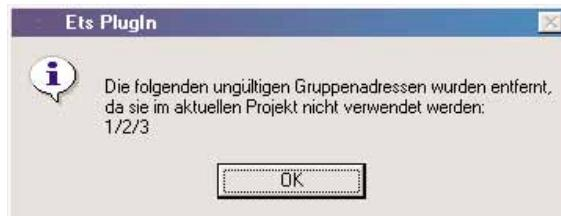

Bild 39: Automatisches Löschen einer vorhandenen Adress-Verbindung
- 6** Wenn eine Verbindung beispielsweise durch Umprojektierung der IP-Zentrale oder des ETS-Projektes nachträglich wieder aufgehoben wird, dann löscht das Plugin automatisch die Adresse aus dem Adressfeld "Gruppenadresse, um die Status- / Wertanzeige des Objektes auszublenden" und fordert eine Bestätigung durch den Systemadministrator (vgl. Bild 39).